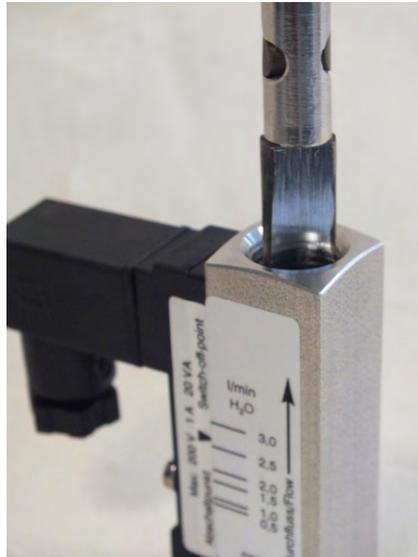

Abb. 48: Gewinding (Ausgang) festziehen
6. ➤ Gewinding (Ausgang) mit Hilfe des Eindrehwerkzeug-Gewinding einschrauben und mit Drehmoment-Schraubendreher festziehen (Abb. 48), dabei Anziehdrehmoment beachten (☞ Kapitel 11.1 „Anziehdrehmomente“ auf Seite 76)